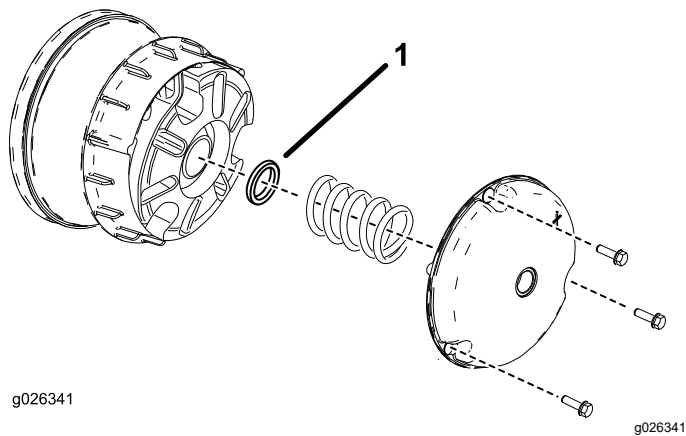

Figure 64
- Retirez les boulons qui fixent le couvercle de l'embrayage primaire, comme montré à la Figure 64.